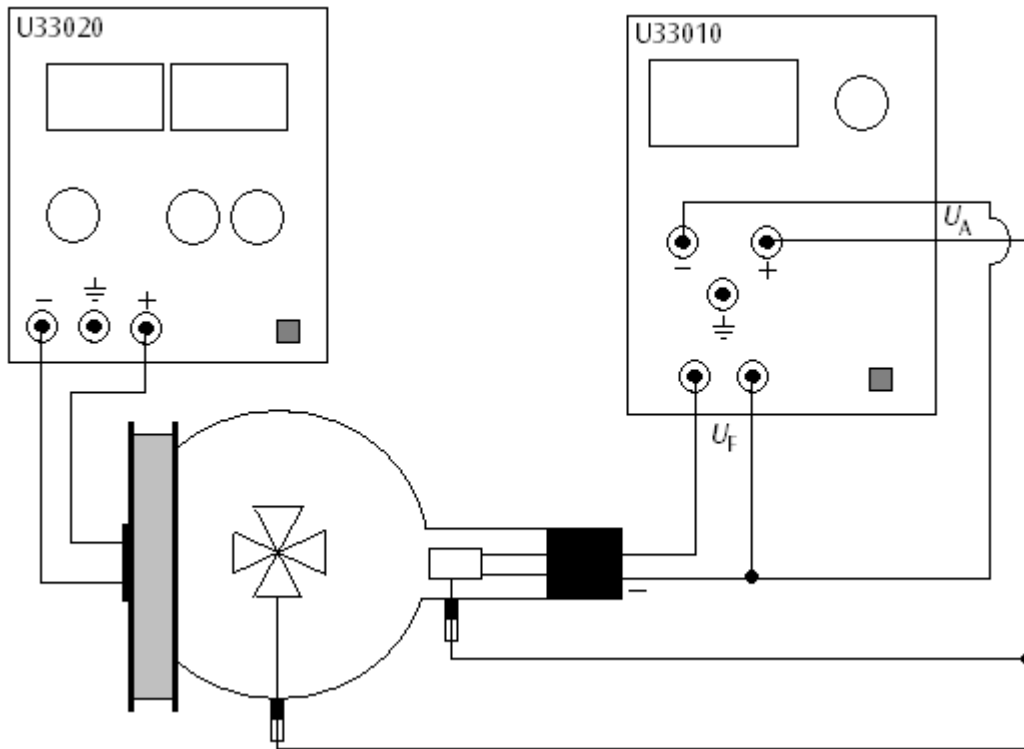

Fig.3 Introducción a la óptica electrónica
- Se realiza el circuito de acuerdo con la Fig.3, conectando el polo negativo de la tensión del ánodo con el casquillo de 4 mm denominado (-) en el cuello del tubo.